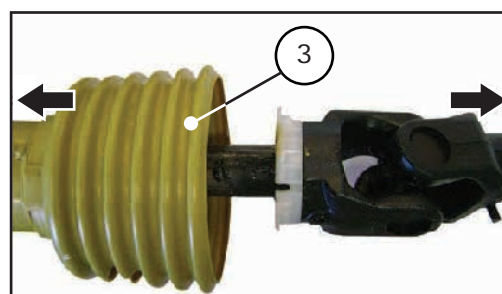

Figura 42
- b) Remover a capa sanfonada (3) e desmontar as partes (tubo e barra), figura 42.